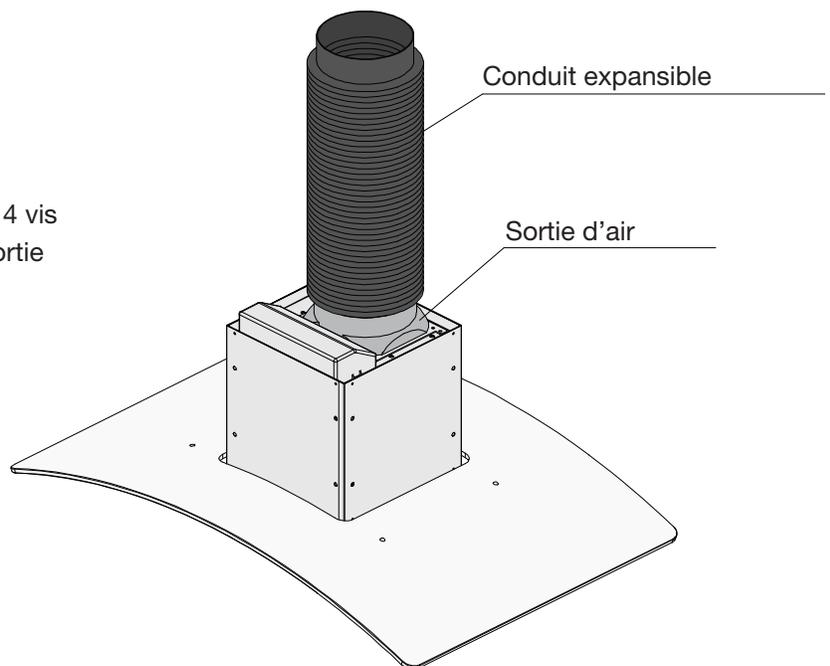

Figure 4
- Fixer la sortie d'air à l'évent du corps de la hotte avec 4 vis ST4 x 8 mm et raccorder le conduit expansible à la sortie d'air. Voir la figure 4.